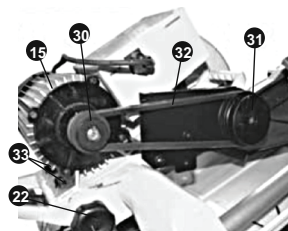

рис. 3
- Для регулировки натяжения ремня привода 32 (рис. 3) ослабьте гайки крепления 33 (рис. 3) электродвигателя, переместите его в сторону натяжения или ослабления натяжения ремня и, удерживая электродвигатель, гайками 33 (рис. 3) зафиксируйте его положение. Чрезмерное натяжение ремня привода может привести к его преждевременному износу, а недостаточное натяжение к проскальзыванию при нагрузке на шкивах 30,31 (рис. 1);